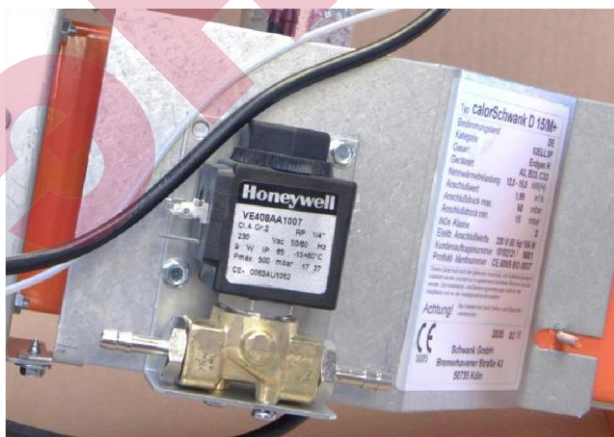

Рисунок 6.4.3
2. 2/2-ходовой клапан закрепить на крепежной пластине с помощью двух винтов М4, при этом соединительная втулка с отверстием 0,6 мм должна быть в правой части (см. рисунок 6.4.3, 6.4.4).